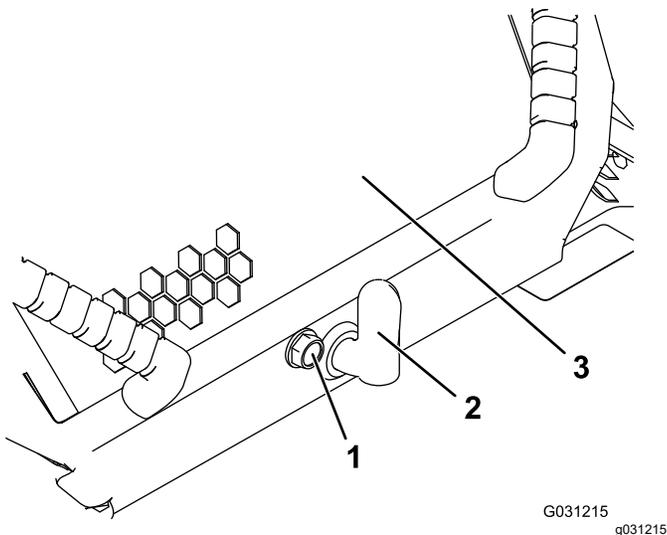

Figura 32
1. Afloje el tornillo de bloqueo del capó (Figura 32)
2. Gire el cierre del capó en el sentido de las agujas del reloj (Figura 32).
3. Tire el manillar hacia arriba y levante el capó (Figura 32).
3. Ajuste el tornillo de bloqueo del capó para asegurar el cierre (Figura 32).